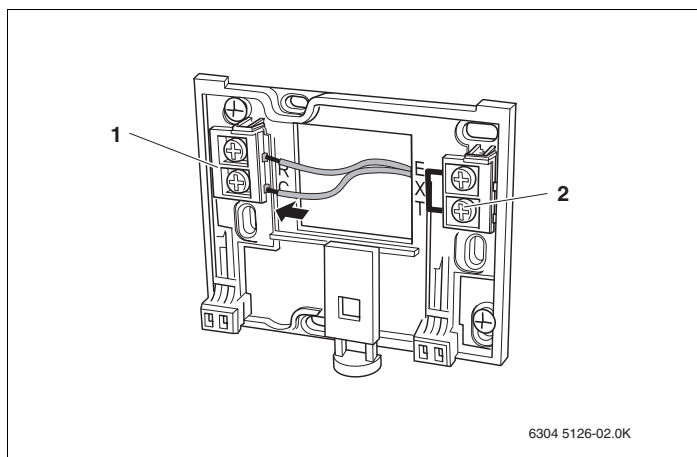

Рис. 4 Выполнение электрических подключений
- Подключите двужильный кабель шины от Energie-Management-System (EMS) к клеммам "RC" (рис. 4). Полярность жил может быть любой.
Внешний датчик комнатной температуры нельзя подключать к клеммам "EXT" (рис. 4, поз. 2). Клеммы "EXT" у комнатного регулятора RC20 не задействованы.